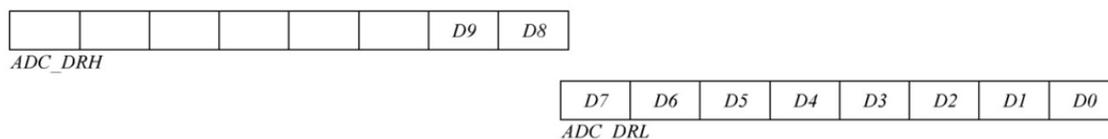

Рис. 5.5. Выравнивание данных по правому краю
- выравнивание по правому краю (рис. 5.5). В этом случае 8 младших бит записываются в регистр *ADC_DL*, затем оставшиеся старшие биты записываются в регистр *ADC_DH*. Сначала считывается младший байт, а за ним старший байт.